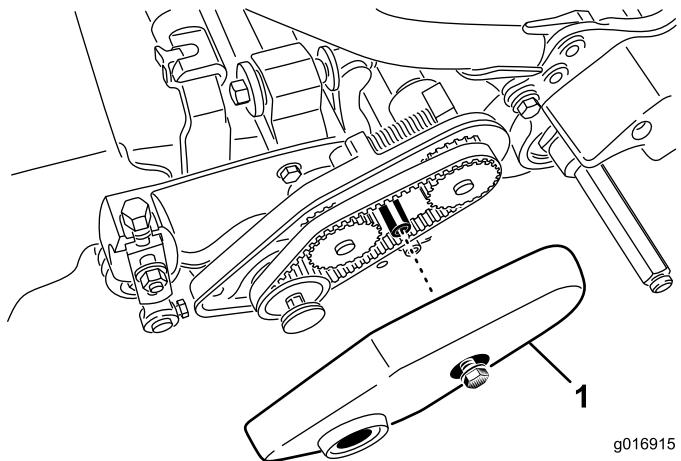

图16
- 松开固定皮带罩的凸缘螺栓, 取下皮带罩露出皮带 (图16)。